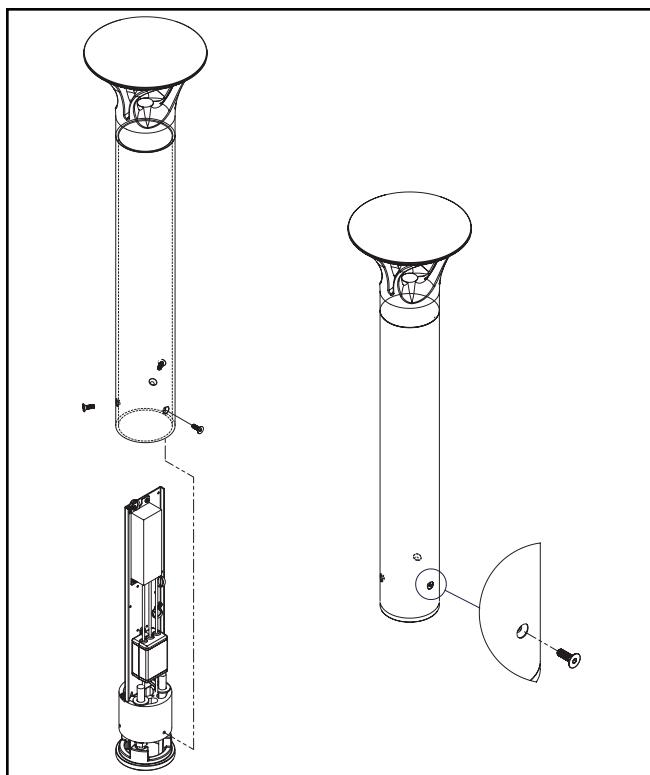

Figure 4.
13. Soulevez le luminaire et faites-le glisser par-dessus l'ensemble pilote de base, puis alignez les orifices inférieurs avec l'extrusion de la base. (Figure 4.)
14. Utilisez (3) vis à tête plate creuse de 6,3 mm (1/4 po) et serrez à un couple de 3,4 N·m (30 po-lb) avec une clé hexagonale.